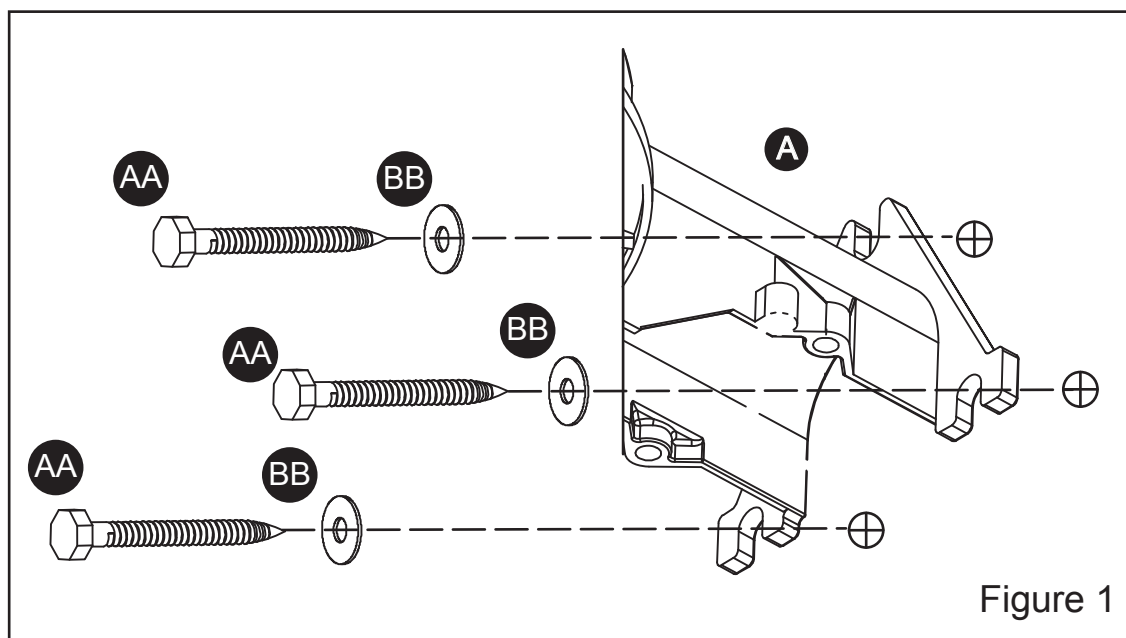

Figure 1
Choisissez un emplacement sur un mur plat vis-à-vis d'une poutre en bois solide et situé à une distance entre 3 m et 7,6 m du sol. La poutre doit être d'une épaisseur d'au moins 2,5 cm pour que le luminaire y soit fixé de façon sécuritaire. Le luminaire (A) peut être installé à l'aide de trois vis à bois à tête carrée (AA) et de trois rondelles (BB) fournies. Marquez l'emplacement des trois trous de montage à l'aide du luminaire (A) en guise de gabarit d'installation. Nous vous suggérons de percer un petit avant-trou pour les vis à bois à l'aide d'un foret de 3/16 po. Installez les deux vis inférieures (AA) en insérant en premier les rondelles (BB). Vissez-les ensuite jusqu'à ce qu'il y ait environ 9,5 mm d'espace sous les rondelles (BB). Placez le luminaire (A) sur ces deux vis inférieures (AA) et installez la vis (AA) et la rondelle (BB) supérieures. Serrez en premier la vis supérieure (AA). Finissez en serrant les vis inférieures (AA) (consultez la figure 1).